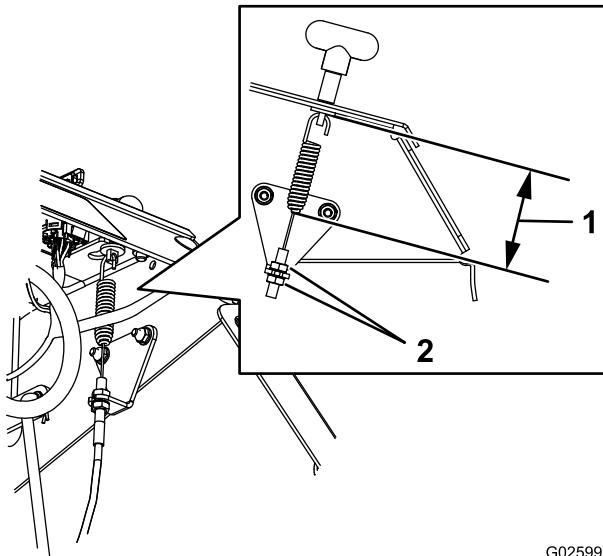

Figure 46
4. Desserrez l'écrou de blocage sur le câble de frein sous la console (Figure 46).
5. Serrez le frein de stationnement (Figure 46).
6. Vissez plus ou moins l'écrou de blocage pour obtenir un espace de 7,9 cm (3-1/8 po) entre le bas de la biellette et le bas du ressort (Figure 46).
7. Fixez le réglage du câble en serrant les écrous de blocage (Figure 46).